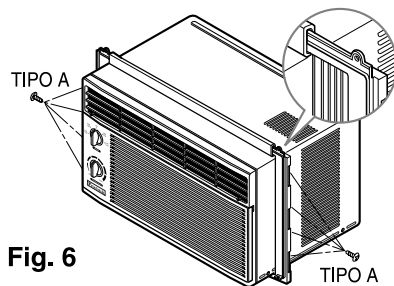

Fig. 6
1. Inserte los paneles con guías en las guías del acondicionador de aire. Fije las cortinas a la unidad con tornillos (TIPO A), como se muestra en la Fig. 6.